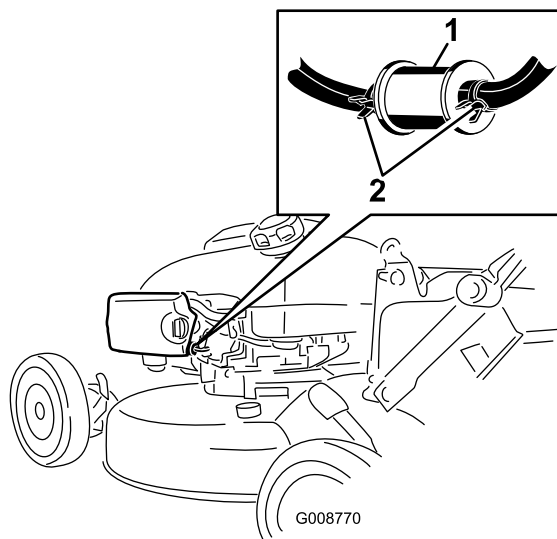

Figure 36
3. Pincez les colliers et déposez l'ancien filtre à carburant de la conduite d'alimentation (Figure 36).
4. Posez le filtre à carburant neuf et fixez-le en place avec les colliers (Figure 36).